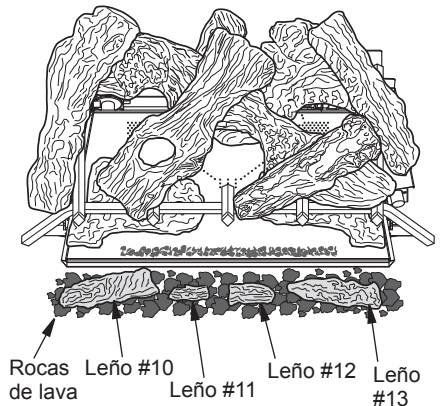

Figura 25 - Instalación de rocas de lava y leños #10, #11, #12 y #13
9. Coloque roca de lava en el suelo en la parte delantera del quemador (consulte Figura 25).